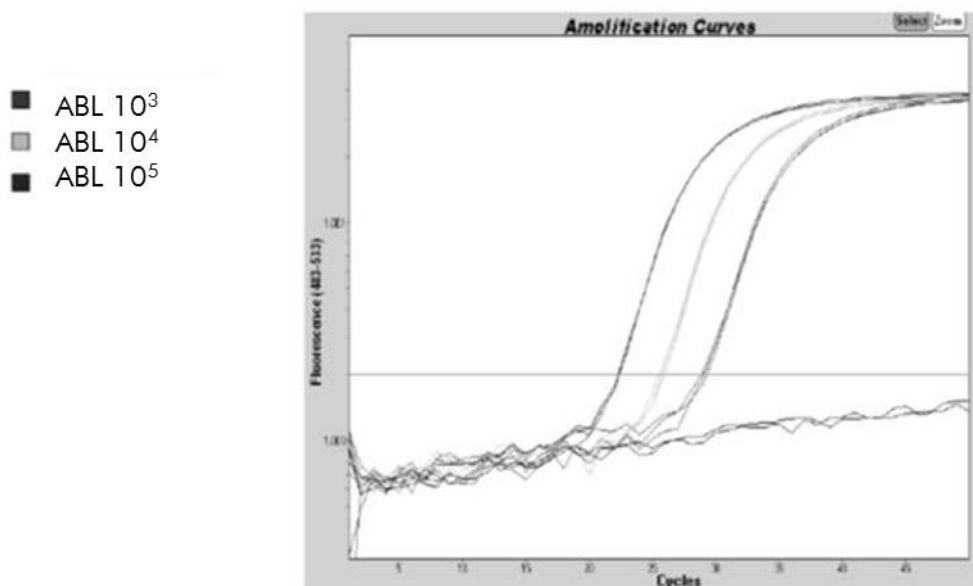

Figure 7. Détection des standards ABL (C1, C2, C3). 10³, 10⁴, et 10⁵ copies/5 µl.
En utilisant des standards ayant un nombre connu de molécules, on peut établir une courbe standard et ainsi déterminer la quantité de cible exacte présente dans l'échantillon. Les courbes standard d'*ipsogen* sont basées sur les plasmides ; nous utilisons 3 dilutions plasmidiques standard pour le gène contrôle (CG) et 5 dilutions standard pour le gène de fusion (FG) afin de garantir la précision des courbes standard. Les figures 7 et 8 montrent un exemple de courbes d'amplification TaqMan obtenues à l'aide du kit *ipsogen* BCR-ABL mbc.